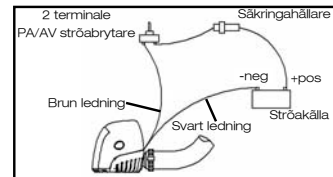

Fig. 3
Se till att alla kopplingar sitter så högt upp som möjligt ovanför vattnet. Använd endast marinpassade kopplingsdon och 16 SWG förtent kopparledning. Täta alla kopplingar med lämpliga material. (se fig 3).
- Säkerställ att elektriska anslutningar och säkringar är vattentäta och inte har lossnat (se fig 3).